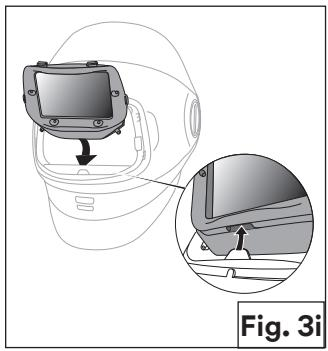

Fig. 3i
- Vuelva a instalar el ADF en el protector de soldadura exterior colocando primero la parte inferior del ADF en abertura que se encuentra en el centro del protector de soldadura exterior. A continuación, incline el ADF en el protector de soldadura exterior y presione firmemente las dos pestañas de bloqueo hasta que escuche un “clic” (Fig. 3i).